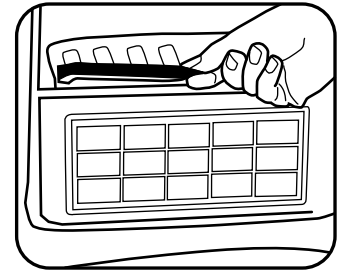

Fig. 10
- Retirez le filtre secondaire et remplacez-le par un nouveau filtre (Fig. 10).